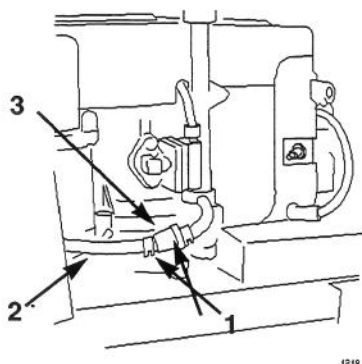

Figure 29
4. Pincer les extrémités des colliers de serrage et les éloigner du filtre (Fig. 29).